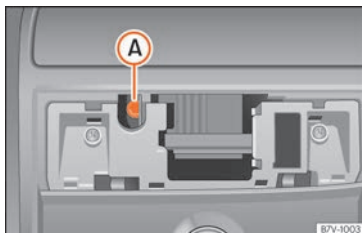

Fig. 18 Vite a brugola per la chiusura del tettuccio scorrevole panoramico.
- Introdurre una normale chiave a brugola¹⁾ di dimensioni pari a 4 mm nella vite Allen » » » **fig. 18 A**.